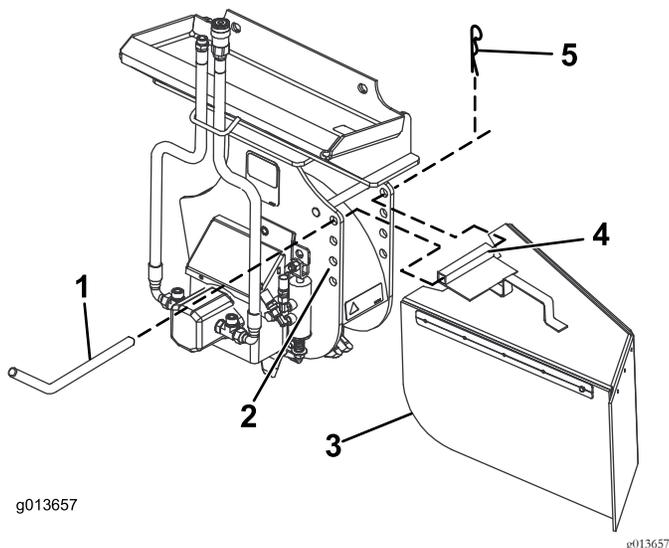

Bild 7
Das Auswurfblech des Stummelhäckfels weist 4 Befestigungslöcher für eine optimale Positionierung auf (Bild 7). Bewegen Sie das Schutzblech nach oben (in die oberen Löcher), wenn Sie in der Nähe des Bodens arbeiten oder nach unten (in die unteren Löcher), wenn Sie höhere Stumpen abarbeiten. Montieren Sie das Auswurfblech wie folgt:
1. Positionieren Sie das Befestigungsrohr am Auswurfblech zwischen den beiden Löchern der Fräse (Bild 7).
2. Schieben Sie den Schutzblechstift durch die Löcher in der Fräse und dem Befestigungsrohr (Bild 7).
3. Befestigen Sie den Stift mit einem Splint (Bild 7).